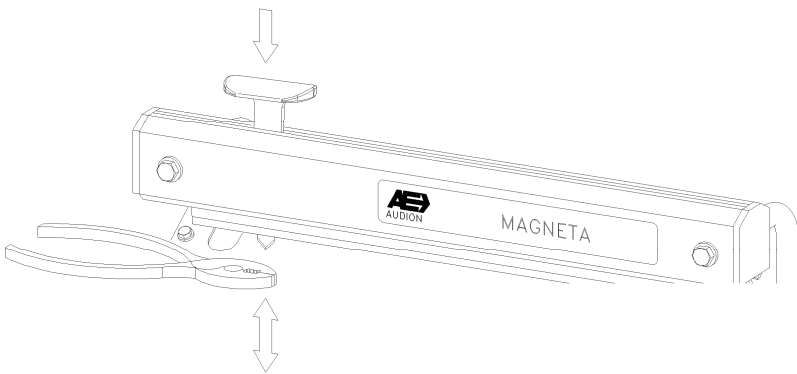

Fig. 3
8. Si le couteau est usé ou abîmé, on peut l'extraire de son support en pressant le bouton et en même temps le tirant à l'aide d'une pince. Agir de façon similaire pour le remplacer (fig. 3).
8. La lama usurata può essere sostituita semplicemente premendo il portalama, estraendo la vecchia lama e inserendone una nuova. E' consigliabile usare pinze (fig. 3).
8. Quando a lâmina deixar de cortar pode ser substituída, empurrando a lâmina retira-se introduzindo depois uma nova (recomenda-se o uso de uma pinça Fig. 3).
8. Når kniven er slidt eller knækket kan denne udskiftes ved at trykke knivholderen ned, hive kniven ud og isætte en ny. Det kan anbefales evt. at benytte en fladtang. (fig 3).
8. Förslitning avskärning - Ett slött knivblad utbytes genom att pressa ned den röda knivhållaren och dra ut knivbladet rakt ned (lämpligen med hjälp av en täng) och trycka in ett nytt emellan den fjädringsbelastade plåten i knivsläden (fig. 3).
8. En slitt kniv skiftes enkelt ved å trykke ned den røde knivholderen, dra ut den gamle kniven og skyv inn en ny. Kniven er meget skarp og det anbefales derfor å holde kniven med en tang (fig. 3).